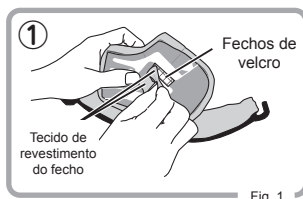

Fig. 1
- 1 Retirar o "tecido de revestimento do fecho" da parte posterior da proteção para o rosto do gancho do fecho de velcro. (Fig.1)